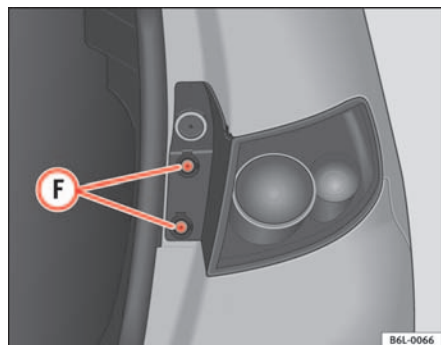

Fig. 157 Luz trasera en la carrocería
- Desenrosque los tornillos **F** ⇒ fig. 157 con la parte plana del destornillador.